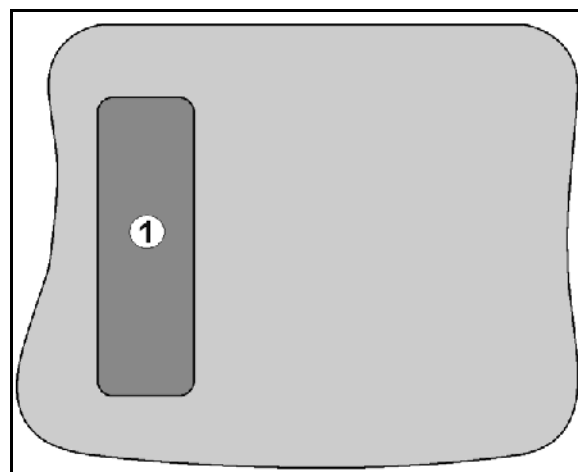

Рис. 8
- На обратной стороне терминала находится кнопка Shift (Рис. 8/1).